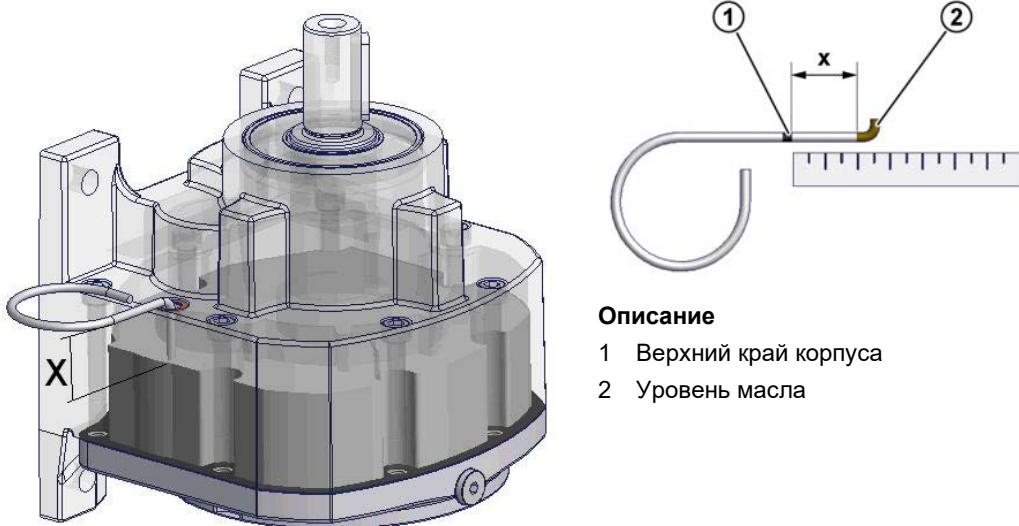

Рисунок 34: Измерение уровня масла
2. Измерить величину X между верхним краем корпуса редуктора и уровнем масла. При необходимости отрегулировать масломерный щуп (см. Рисунок 34).